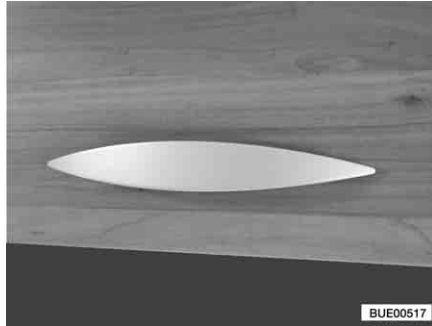

Bild 42 Möbelklappe mit Griff (Beispiel)
- Am Griff (Bild 42) ziehen, bis Möbelklappe offen ist.